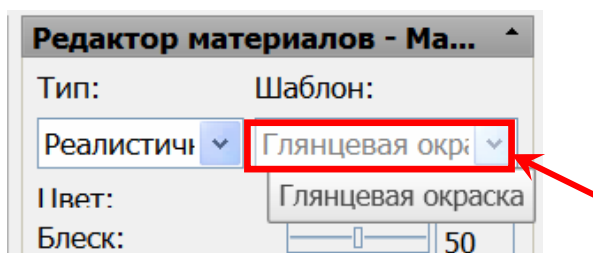

Рис. 6.2
6. В поле **Шаблон** выбрать с помощью ▼ «**Глянцевая окраска**» (рис. 6.2).